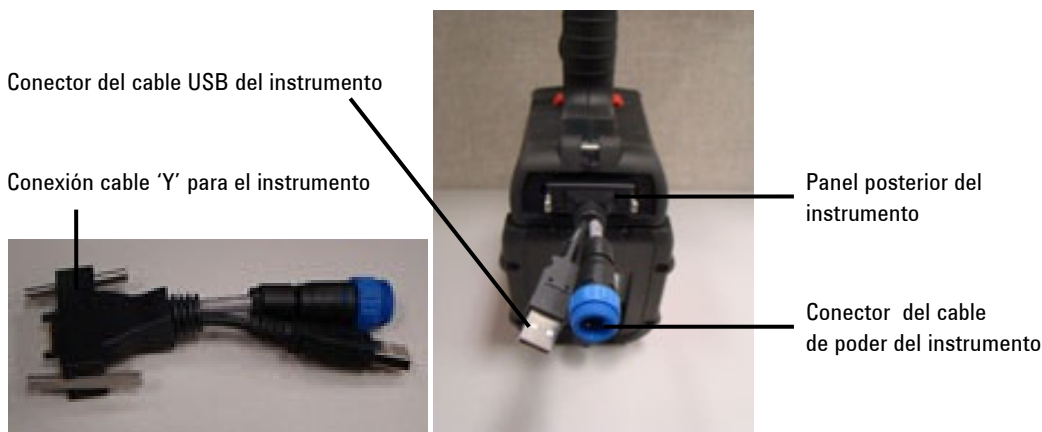

Figura 3. Conexiones de alimentación
- 1 Antes de conectar el cable de alimentación de CA a la fuente de alimentación, inserte el conector de acoplamiento tipo 'Y' del FTIR ExoScan serie 4100 suministrado en el conector situado en el panel trasero inferior del sistema de espectrómetro de ExoScan serie 4100 (consulte la Figura 3). A continuación, inserte el cable de alimentación con el conector hembra de color azul en el conector macho azul del cable tipo 'Y'. Rosque la tapa azul en el conector "Y"; para ello, gire la tapa hacia la derecha hasta lograr ajustarla bien con la mano. Para evitar el daño al conector plástico, tenga cuidado de no ajustar de más. El cableado de la fuente de alimentación correspondiente se proporcionará con el sistema.